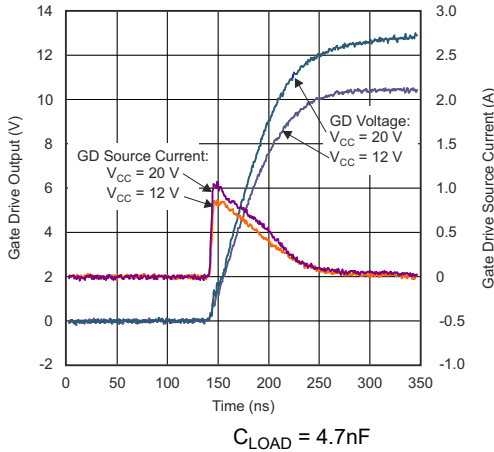
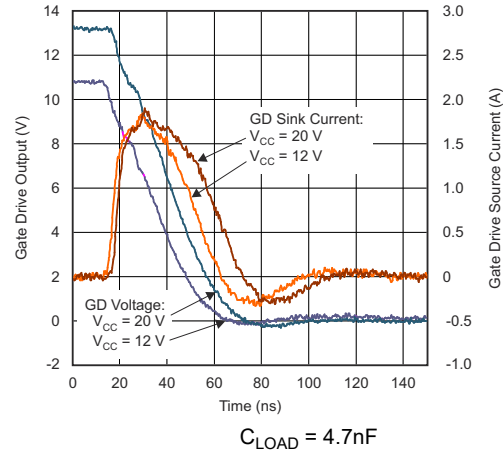
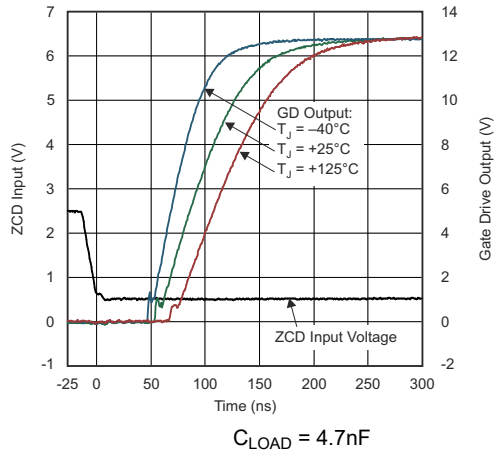
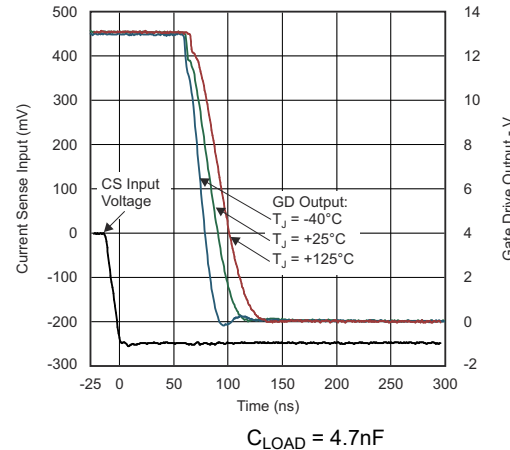

図 6-13. ゲート駆動立ち上がりと時間との関係
図 6-14. ゲート駆動立ち下がりと時間との関係
図 6-15. ゲート駆動立ち上がり / ZCD 入力からの遅延と時間との関係
図 6-16. ゲート駆動立ち下がり / CS 入力からの遅延と時間との関係
- 代表的なゲート駆動波形については、「代表的特性」の図 6-13、図 6-14、図 6-15、図 6-16 を参照してください。